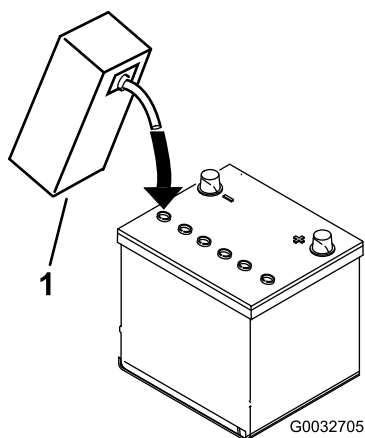

图6
3. 小心为每个电池注入电解液直到电池极板被大约 6mm 的液体覆盖图6。
- 等待约 20 至 30 分钟以便电解液渗透到极板内。必要时加注电解液使电解液保持在加注井底部约 6mm 范围内图6。